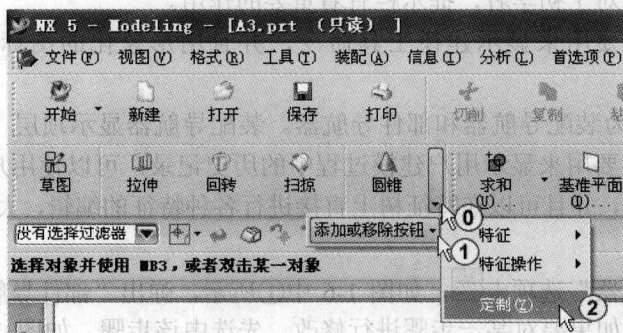
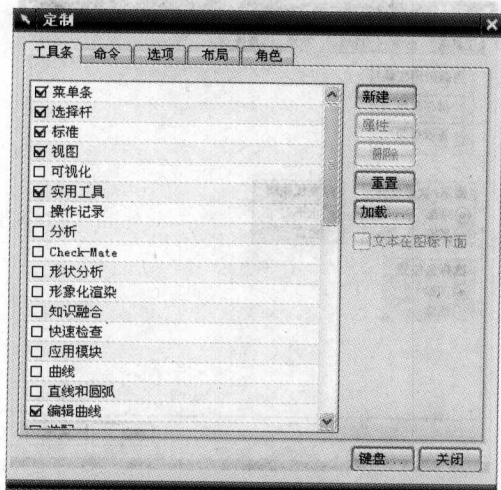

图 1-7 单击“定制”命令进入工具条设定
图 1-8 “工具条”选项卡
1) 单击菜单“工具”→“定制”命令，系统弹出“定制”对话框；也可以在工具条或者工具条空白区单击鼠标右键显示快捷菜单，单击“定制”命令进入工具条设定；或者单击“工具条选项”按钮（小三角），然后单击“添加或移除按钮”，从弹出的菜单里可选择添加或删除工具按钮，也可进入“定制”命令，进行更详细的设置，如图 1-7 中①②所示。“定制”对话框包含 5 个选项卡，分别是“工具条”、“命令”、“选项”、“布局”和“角色”，如图 1-8 所示。